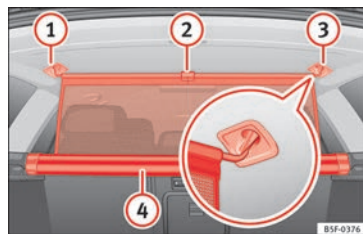

Abb. 124 Im Kofferraum: Trennwandnetz einhängen.
- Ziehen Sie die Lasche » Abb. 124 ② nach oben, um das Netz aus dem Einsatz ④ zu nehmen.
- Hängen Sie die Netztrennwand an der rechten Seite ③ (vergrößerte Darstellung) ein.
- Hängen Sie die Netztrennwand an der Aufnahme der linken Seite ① ein, indem Sie an der Stange ziehen.